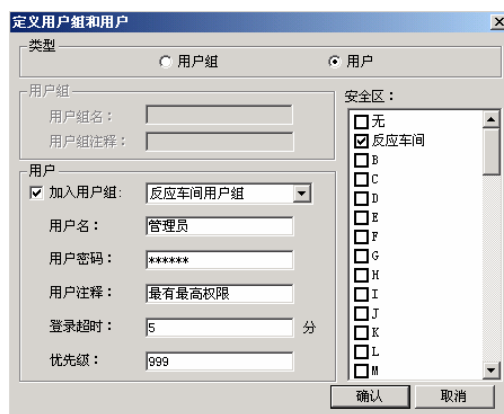

图 10-4 定义用户对话框
3、单击“确认”按钮关闭对话框，回到“用户和安全区配置”对话框后再次单击“新建”按钮，在弹出的“定义用户组和用户”对话框中配置用户，对话框的设置如图 10-4 所示：